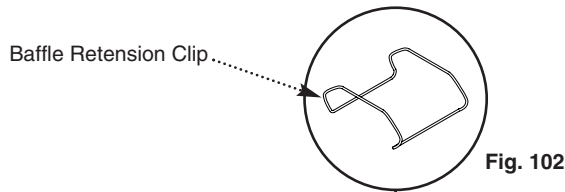

Fig. 102
3. Remove the baffle retention clip (Fig. 102).